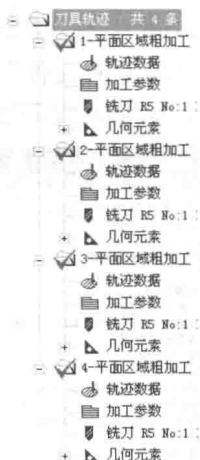
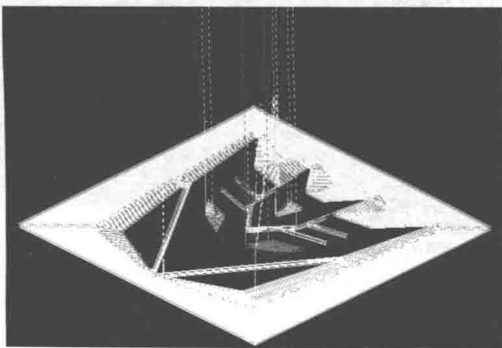

图 1-26
图 1-27
(6) 选择“特征树”中的 4 条刀具轨迹，如图 1-26 所示。右击，出现快捷菜单，选择【实体仿真】，出现实体仿真界面，如图 1-27 所示。单击【仿真加工】按钮，出现“仿真加工”对话框，如图 1-28 所示，单击【播放】按钮，结果如图 1-29 所示。